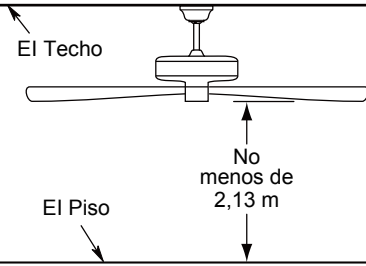

Figura 2
### Uso de perfil profundo (Figura 2)
2. Retire el clip de horquilla y pasador de horquilla de la parte inferior de la bola para colgar. Retener el pasador y clip para la reinstalación en el paso 4. (Figura 2)
Debe colgar el ventilador a una distancia mínima de 2,13 m desde las aspas hasta el piso. (Figura 2)
Para evitar una posible descarga eléctrica, asegúrese de cortar la alimentación eléctrica de la caja de fusibles principal antes de alambrado el ventilador. (Figura 2)